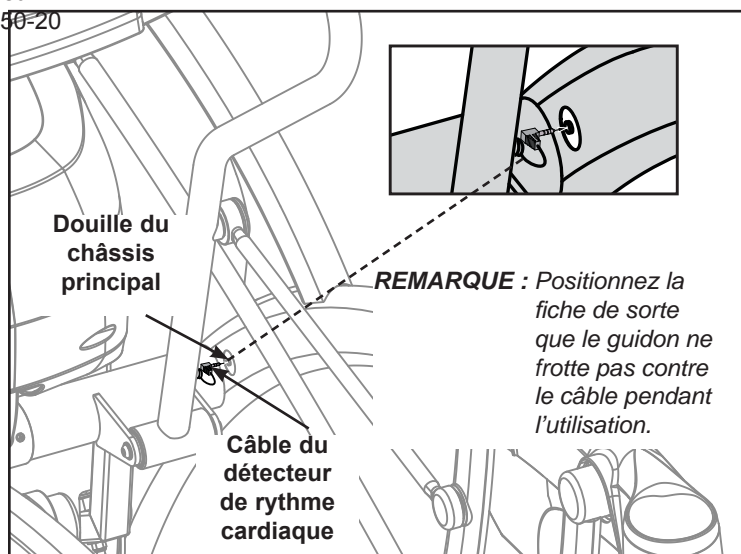

Figure 13 (750AT)
- A. Repérez le câble du détecteur de rythme cardiaque par contact sortant du guidon droit. Reportez-vous à la figure 13.
- B. Branchez le câble du détecteur de rythme cardiaque dans la douille du châssis principal. Reportez-vous à la figure 13.